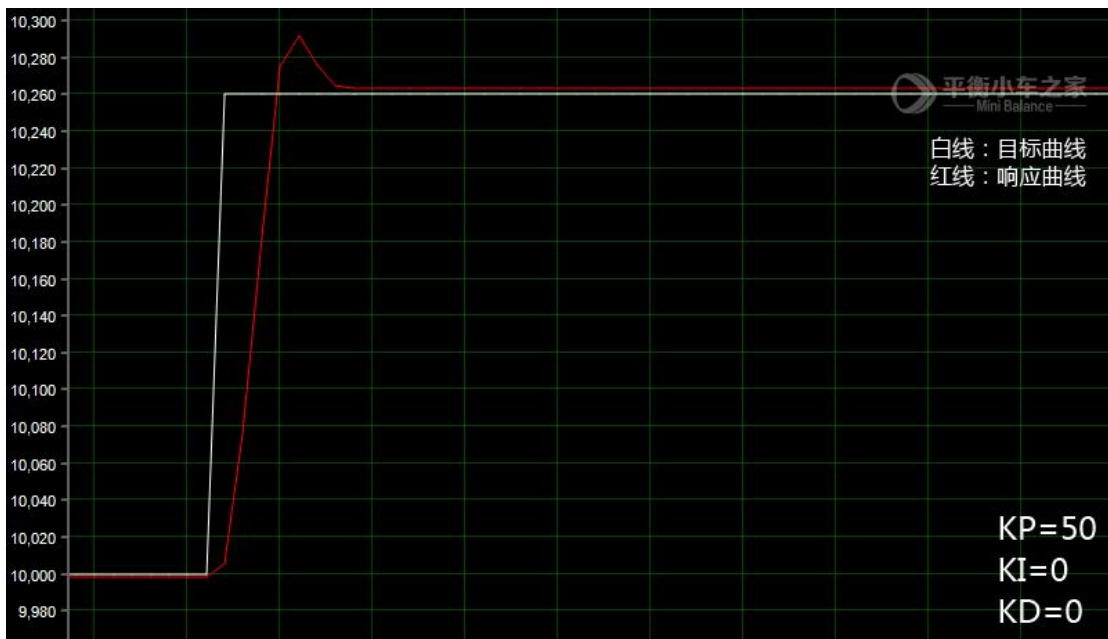

图 4
②  $KP=50$ ,  $KI=0$ ,  $KD=0$ . 响应曲线如图 4: